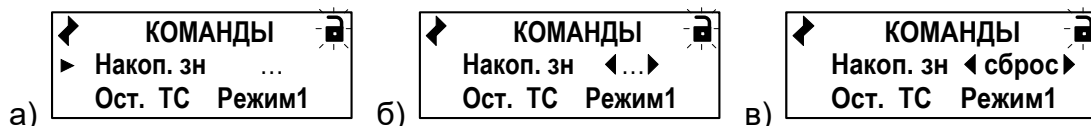

Рис.12. Вид окна индикации команды сброса накопленных значений.
- 6.2.8.1. В соответствующем меню кнопками  ,  выбрать нужную команду, установив курсор  слева от обозначения этой команды (рис.12.а), и нажать кнопку  . При этом часть строки (установленное по умолчанию значение команды) заключается в угловые скобки   (рис.12.б). Кнопками  ,  выбрать требуемое значение команды из списка (рис.12.в).